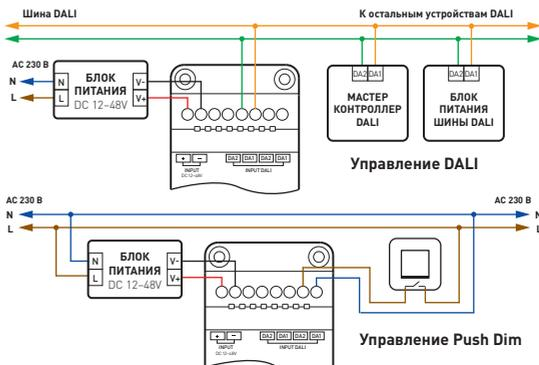

Рис. 3. Подключение питания и управления
- 3.2. Подключите входы питания и управления диммера (см. рис. 3) в зависимости от способа управления.